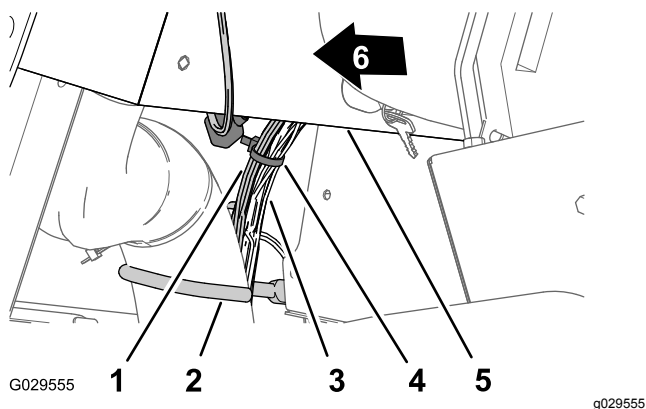

Figura 199
5. Adiacente al gancio del cavo e del flessibile, fissate la diramazione di 240 cm del cruscotto al cablaggio preassemblato della macchina con una fascetta per cavi (Figura 199).